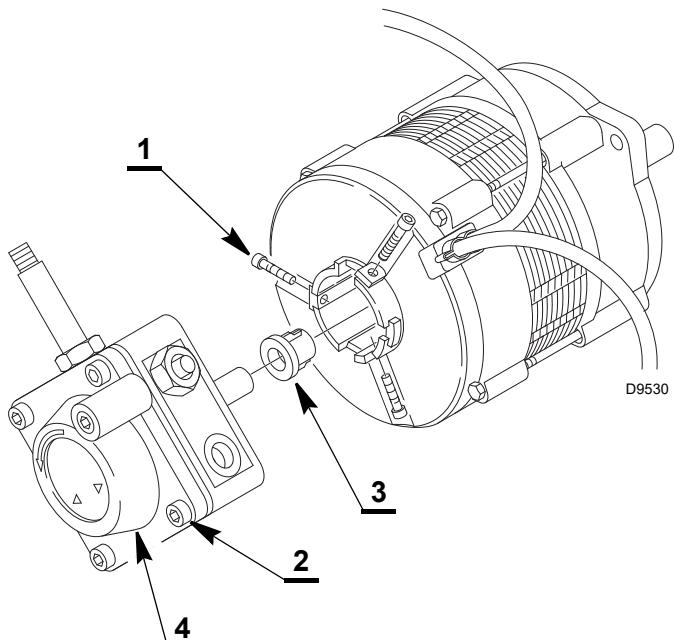

Fig. 6
- bloquer la pompe en vissant uniformément les 3 vis 1) (Fig. 6) au couple de serrage recommandé de  $3 \pm 0,3 \text{ Nm}$ .
- desserrer et retirer les 4 vis de fixation 2) (Fig. 6) du couvercle 4) et contrôler l'état du filtre à combustible. Il est possible que le réservoir de combustible et les tuyauteries respectives soient contaminés si la surface interne du corps de la pompe, le couvercle ou le filtre sont sales. Dans ce cas, il faut donc réaliser des actions correctives (nettoyage).